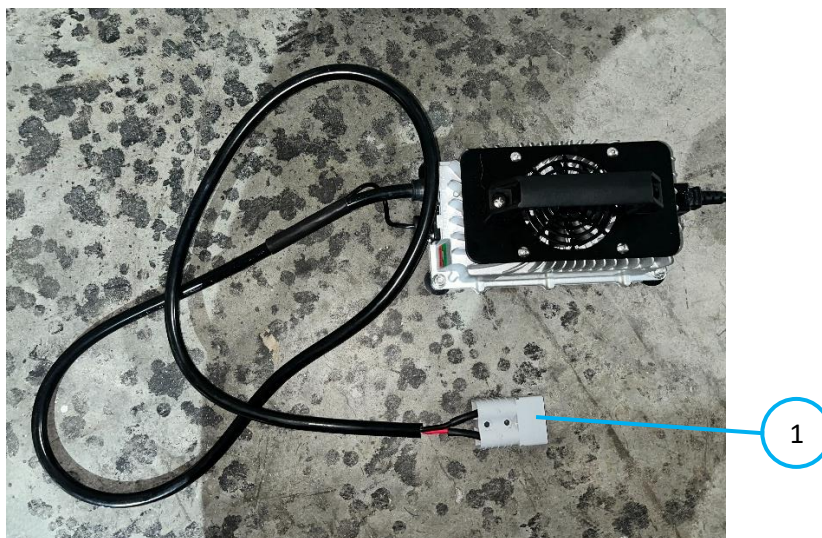

Fig. 2
3. Pak de kabelpoort van de batterijen en steek hem in de laderpoort (Fig. 2 - 1). De kabel moet goed passen; er is enige kracht nodig om hem in te steken.